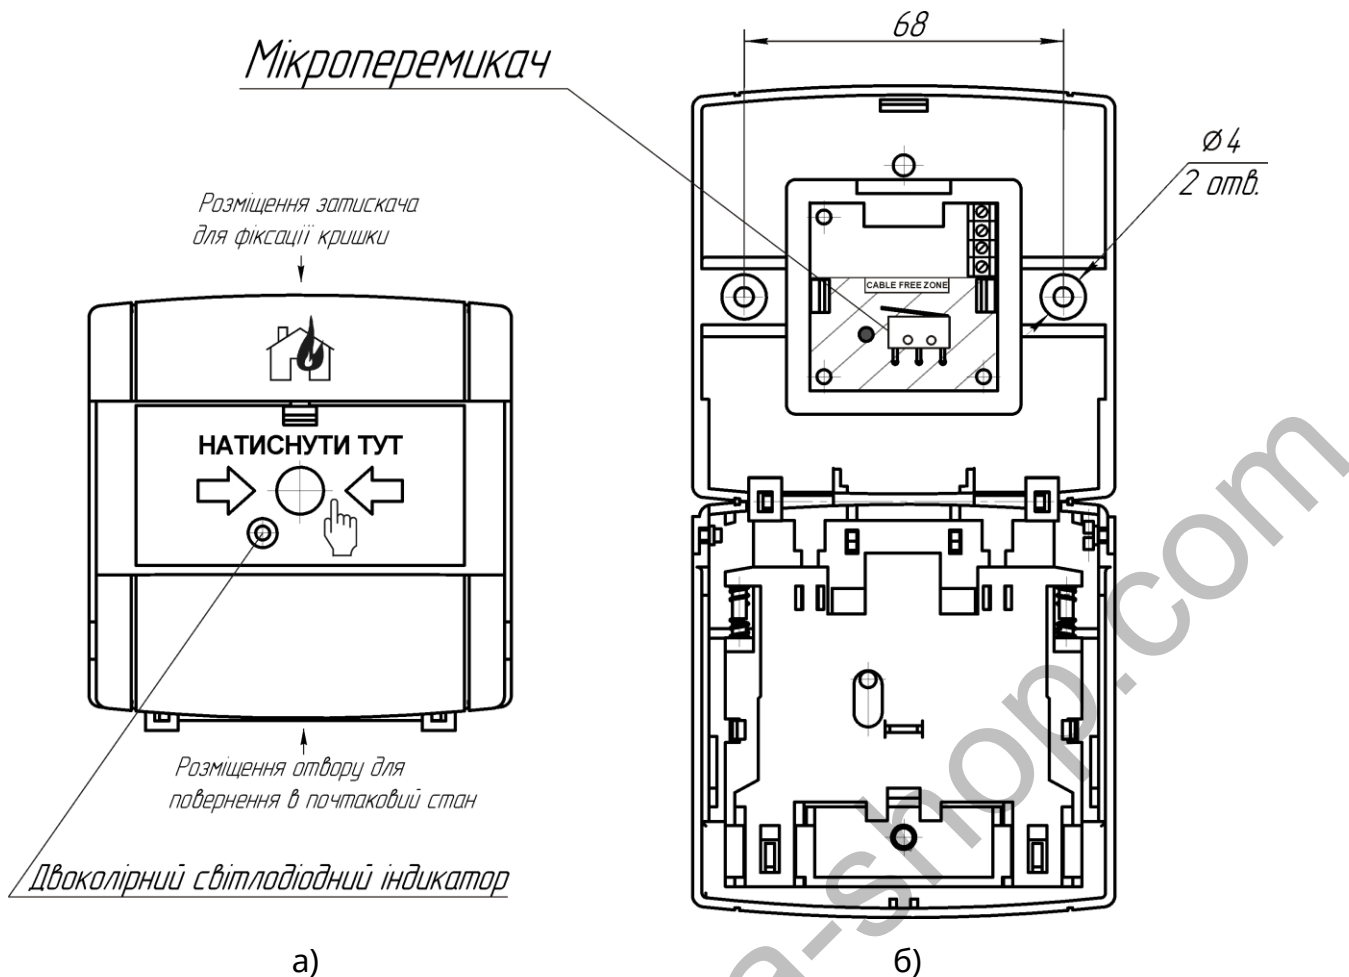
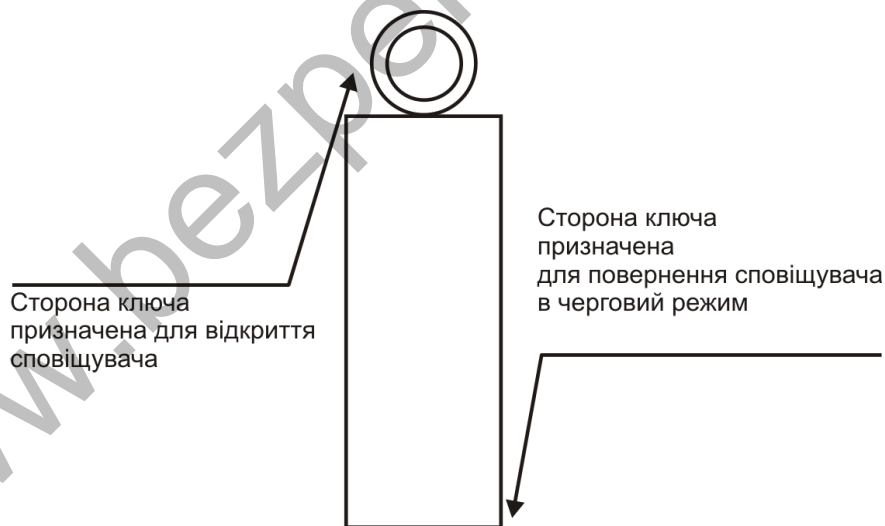

Рисунок 1 – Зовнішній вигляд (а) та внутрішня компоновка (б) СПР-А
Рисунок 2 – Функціональне призначення сторін ключа
5.1 Сповіщувач складається з корпусу, всередині якого встановлена плата з мікроперемикачем (дивись рисунок 1б). При натисканні на знак «Натиснути тут» відбувається натискання важеля мікроперемикача, на яке реагує електронна схема і сповіщувач переходить в режим «Пожежа».
5.2 Доступ всередину корпусу виконується за допомогою ключа зі сторони отвору, (дивись рисунок 2), методом натискання затискача на верхній частині корпусу сповіщувача (дивись рисунок 1а).
5.3 Підключення проводів здійснюється гвинтовими з'єднаннями, розташованими на платі (дивись рисунок 2б).
6.1 Для монтажу сповіщувача необхідно відкрити сповіщувач (натиснути ключем на затискач у верхній частині корпусу сповіщувача), протягнути дроти всередину корпусу сповіщувача й закріпити його на стіні в приміщенні, де він монтується, за допомогою дюбелів або гвинтів (див. рисунок 1б).